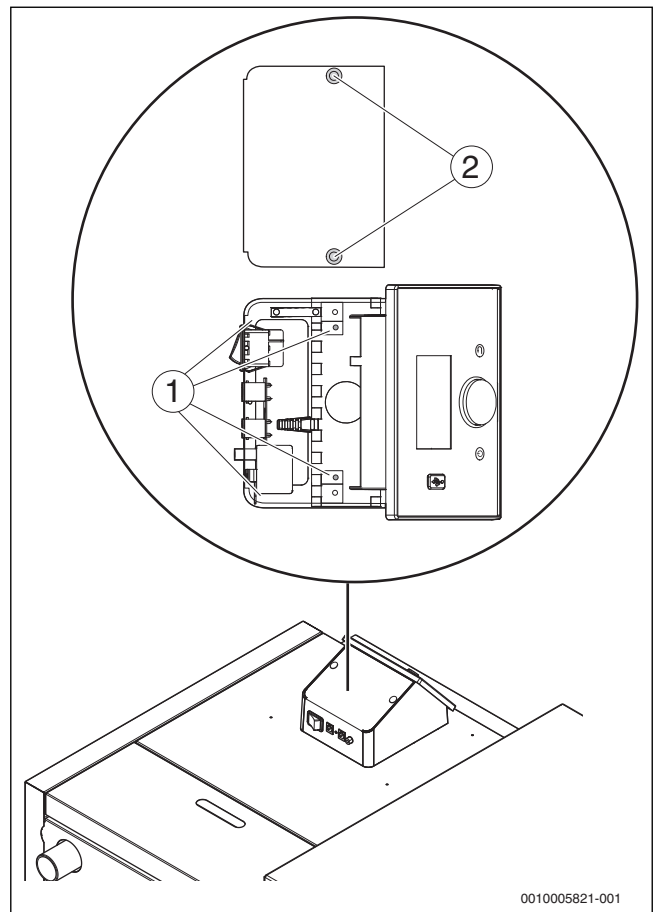

Fig. 22 Înșurubarea automatizării
- Scoateți capacul regulatorului (→ Fig. 22).
- ▶ Așezați automatizarea pe capacul cazanului și fixați-o cu șuruburi (→ Fig. 22, [1]).
- ▶ Capacul automatizării se așează și se fixează cu șuruburi după racordarea tuturor cablurilor (→ Fig. 22, [2]).